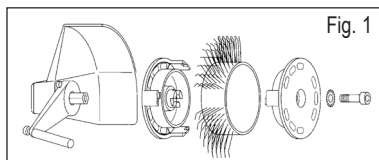

Fig. 1
3. Bryt trykklufttilførselen før du setter Bristle Blaster® Båndet på 23 mm eller 11 mm på verktøyet med festesystemet (pass på løperetningen), den tilhørende stjerneskenen og en skrue. Se fig. 1 og 2.